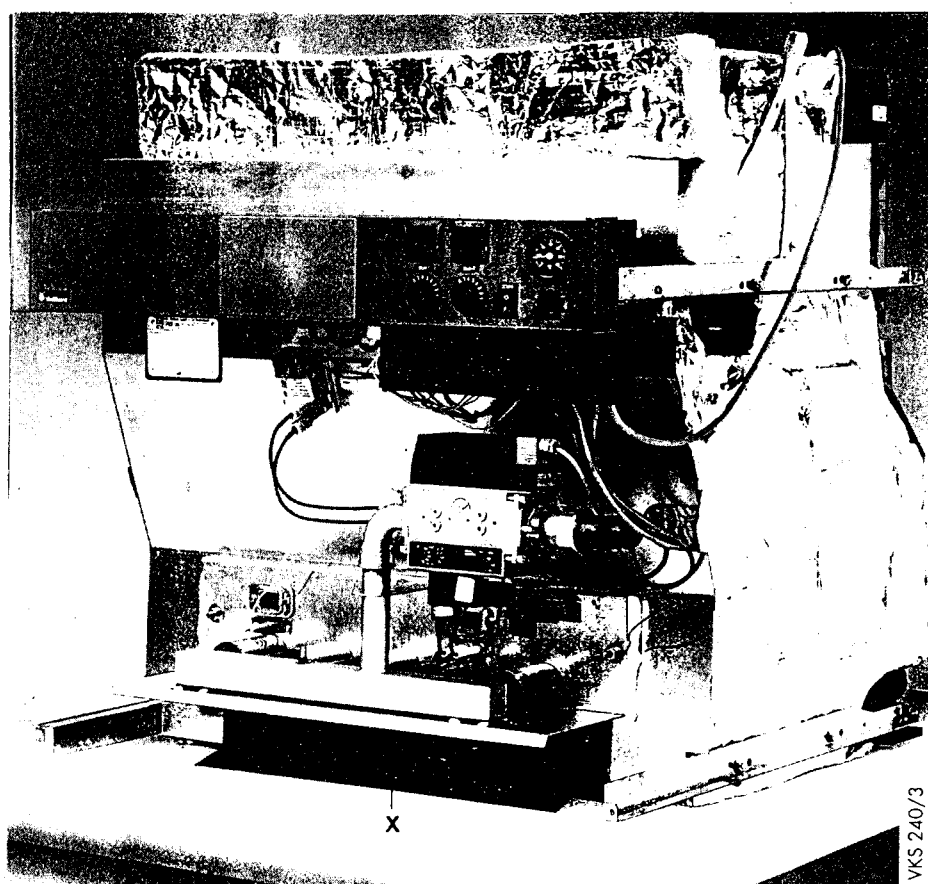

Рис. 12
- Шестигранные гайки анкерных штанг завернуть только вручную, для избежания высоких напряжений. На рис. 4 показан котел VK 96/3-2 EU до VK 156/3-2 EU при поставке в сборе. На рис. 12 показан котел VK 60/3-2 EU до VK 84/3-2 EU при поставке в сборе.
На рис. 12 показано состояние поставки котла VK .../3-2 EU (в сборе).
- Вставить до упора нижний лист (X, рис. 12).